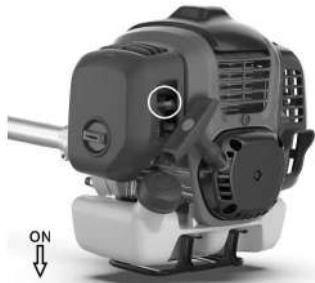

Рисунок 27
6. Установите рычаг воздушной заслонки в рабочее положение  (рис.27).